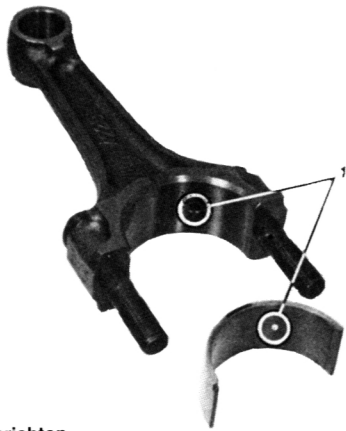

Bild 105
- Das Loch in der Lagerschale auf das Loch im Pleuel ausrichten (Bild 105).